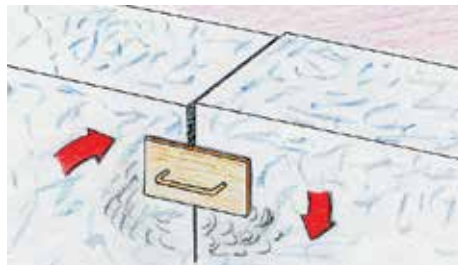

Fig. 14
- Deplaneizări: După întărirea adezivului de lipire **Baumit**, se va face o șlefuire a plăcilor în dreptul zonelor de îmbinare (rosturi) (Fig. 14).